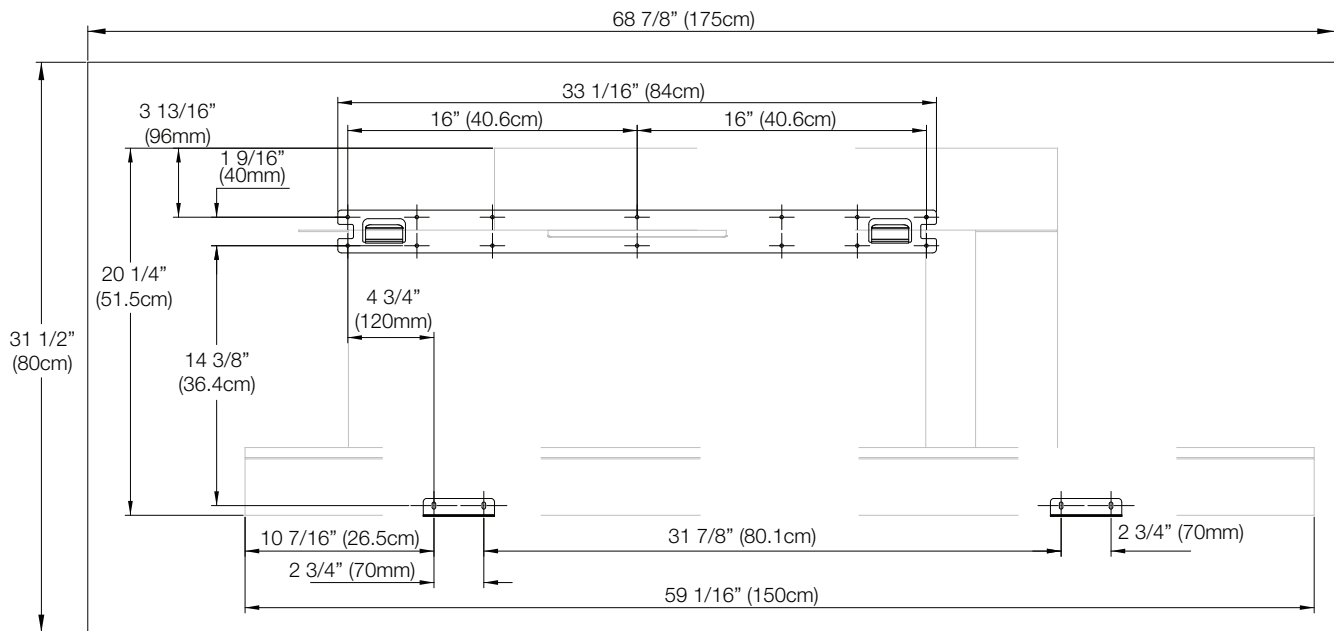

Fig. 2
3. À l'aide du modèle d'installation de montage mural (**Fig. 2**), marquez l'emplacement du support mural arrière et les support inférieurs sur le mur.